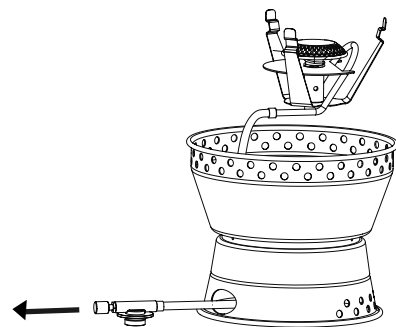

Fig. 3
- Laissez la soupape (10) traverser la sortie du flexible (13) sur la base du cuiseur (fig. 3).